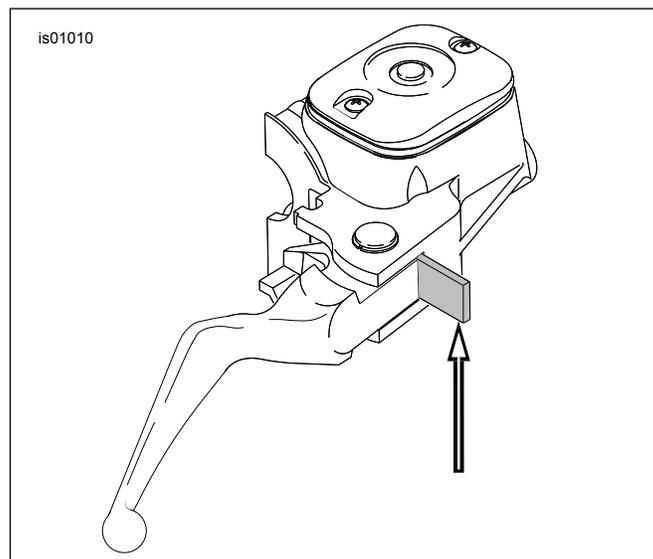

Abbildung 7. 5/32 in 4-mm-Kartoneinsatz
4. Siehe Abbildung 7. Einen 4-mm-Kartoneinsatz (5/32 Zoll) zwischen Bremshebel und Hebelhalterung einsetzen.
- Siehe Abbildung 7. Einen 4-mm-Kartoneinsatz (5/32 Zoll) zwischen Bremshebel und Hebelhalterung einsetzen.